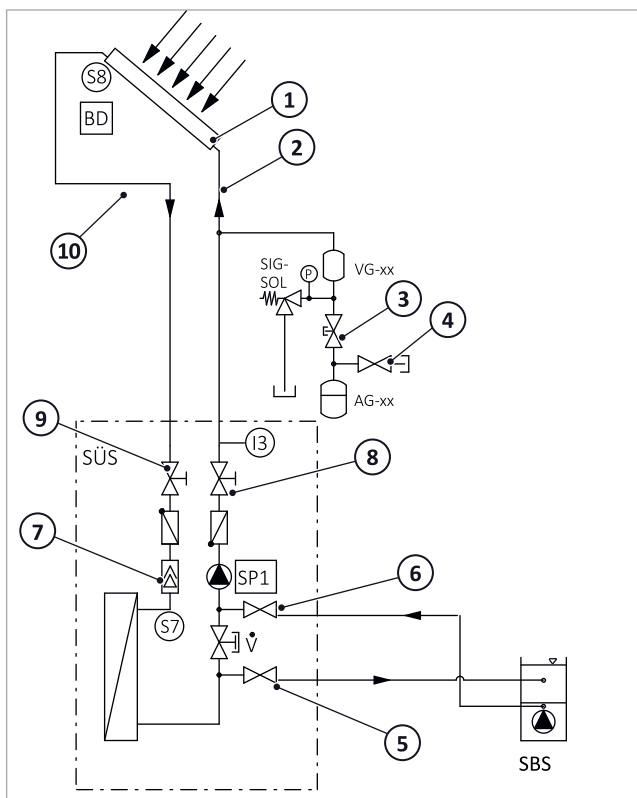

Fig. 129: Estación de transferencia de calor solar: Lavar el ramal de la bomba
- Tras llenar de nuevo el circuito solar se generan durante el funcionamiento gases que se acumulan en el separador de aire de la estación → *fig. 129, p. 60 (7)*. Esta generación de gases se reduce a medida que aumenta el tiempo de funcionamiento de la instalación. De ahí que durante los primeros días tras la puesta en funcionamiento se debe purgar diariamente el separador de aire y comprobar la presión de la instalación. Posteriormente solo será necesario en función de la cantidad de aire separada.